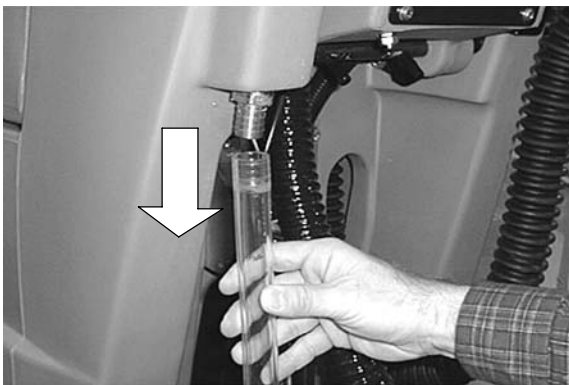

FIG. 25
1. Retirez le tuyau transparent de la pointe réceptrice qui se trouve à l'arrière de la machine et vidangez la solution dans un trou de vidange au sol ou dans un seau (Figure 25).